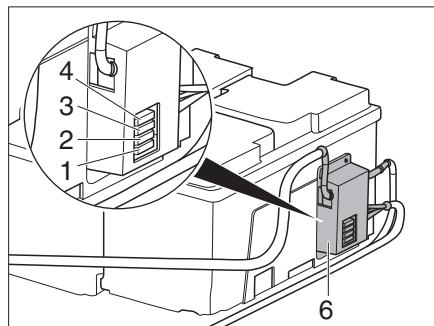
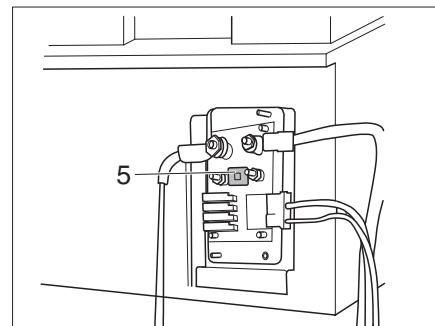

Fig. 314 Fusibili batteria dell'abitacolo (opzionale)
Fig. 315 Fusibile booster di carica (coperatura rimossa)
- Per poter accedere al fusibile F5 (Fig. 315,5) per la linea di alimentazione della centralina EBL, è necessario rimuovere la copertura (Fig. 314,6).